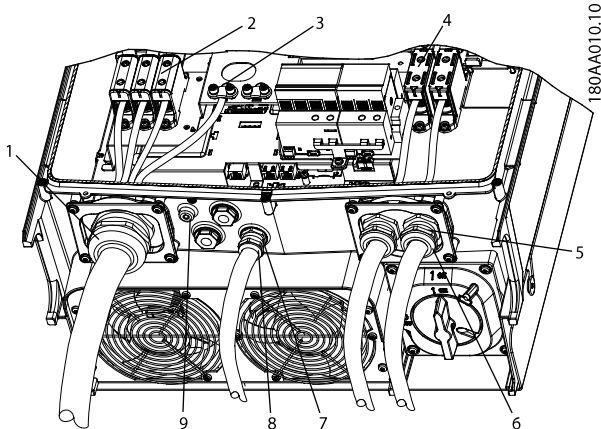

Abbildung 5.2 Überblick über Wechselrichter mit Drehmomentvorgaben
Wenn die Blindverschlüsse entfernt werden (siehe (7) in *Abbildung 5.2*), verwende Anschlüsse der Typen: 3, 3S, 4, 4X, 6, 6P.